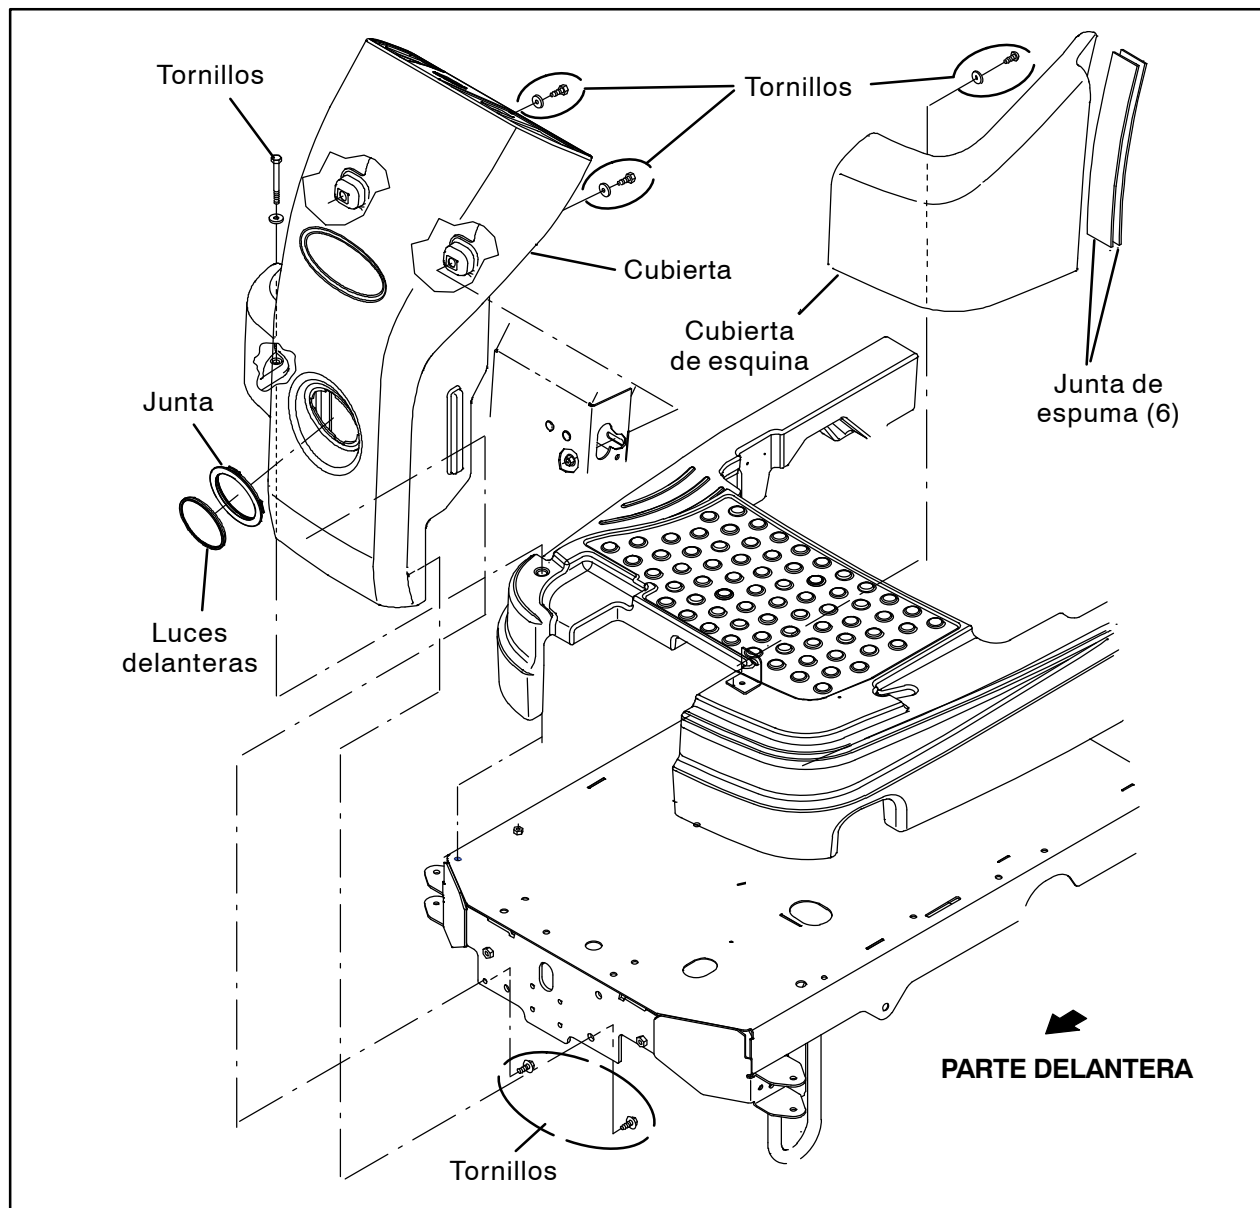

FIG. 66
38. Limpie las juntas de espuma de la cubierta de esquina y el depósito de solución. (Fig. 66)
39. Instale las nuevas juntas de espuma (6) en la cubierta de esquina y el depósito de solución donde se ubicaban las antiguas juntas de espuma. (Fig. 66)
40. Vuelva a instalar la cubierta de esquina. (Fig. 66)